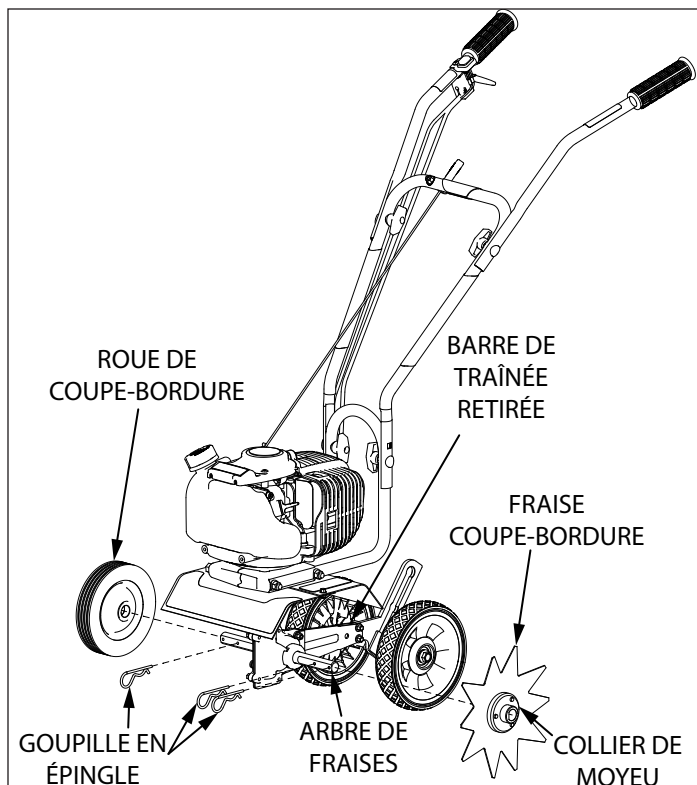

FIGURE 13
5. Ranger les fraises et conserver les deux (2) goupilles en épingle, elle sont utilisées avec le coupe-bordure.
6. Enfiler la fraise coupe-bordure sur un côté ou sur l'autre de l'arbre de fraises. S'assurer que le collier de moyeu de la fraise coupe-bordure soit vers l'extérieur, du côté opposé au réducteur. **VOIR FIGURE 13**
7. Enfiler les deux (2) goupilles en épingle conservées à l'étape 4 dans les trous intérieur et extérieur de l'arbre de fraises de part et d'autre de la fraise coupe-bordure pour la tenir en place sur l'arbre. **VOIR FIGURE 13**
9. Enfiler la goupille en épingle restante, celle fournie avec le nécessaire, dans le trou intérieur pour attacher la roue. **VOIR FIGURE 13**